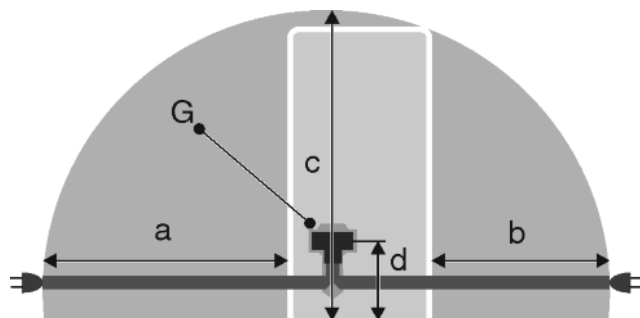

Fig. 27
- Zásuvka leží mimo oblast zadní stěny spotřebiče v dané oblasti Fig. 27 (a, b, c).
▶ Zástrčku spotřebiče Fig. 27 (G) zastrčte na zadní straně spotřebiče. Dávejte pozor na správné zaklesnutí.